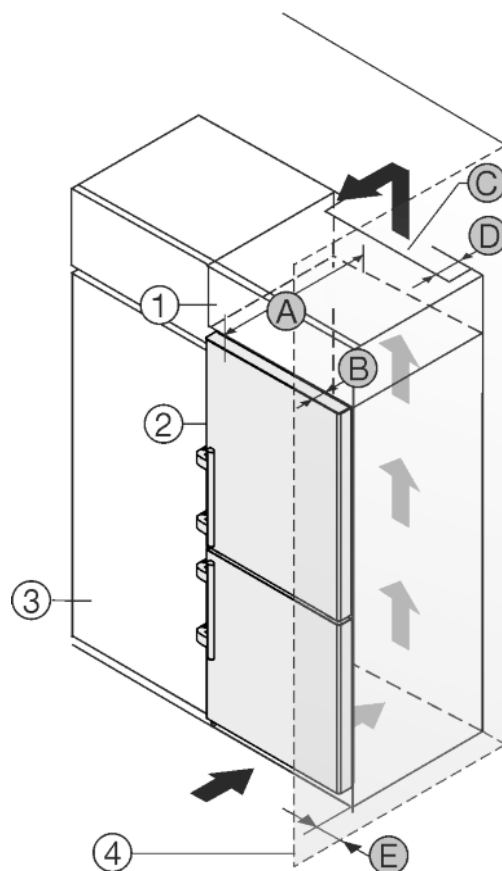

Fig. 51
Urządzenie może zostać obudowane szafkami kuchennymi. Aby dopasować urządzenie *Fig. 51 (2)* do wysokości ciągu szafek kuchennych, można nad urządzeniem umieścić szafkę nasadzaną *Fig. 51 (1)*.
Urządzenie można ustawić bezpośrednio obok szafki kuchennej *Fig. 51 (3)*. By móc całkowicie otworzyć drzwi, urządzenie musi wystawać przynajmniej o głębokość *Fig. 51 (B)* za front szafki kuchennej. W zależności od głębokości szafek kuchennych oraz od zastosowania elementów dystansowych urządzenie może wystawać jeszcze bardziej.
- Na tylnej ścianie szafki nasadzonej wymagany jest wywiewny kanał wentylacyjny o głębokości *Fig. 51 (D)* na całej szerokości szafki.
- Pod sufitem pomieszczenia należy zachować przekrój odpowietrzający *Fig. 51 (C)*.
Jeżeli urządzenie będzie ustawiane z zawiasami do ściany *Fig. 51 (4)*, to pomiędzy urządzeniem i ścianą należy zachować odstęp *Fig. 51 (E)*. Na taką odległość wystaje klamka przy otwartych drzwiach.